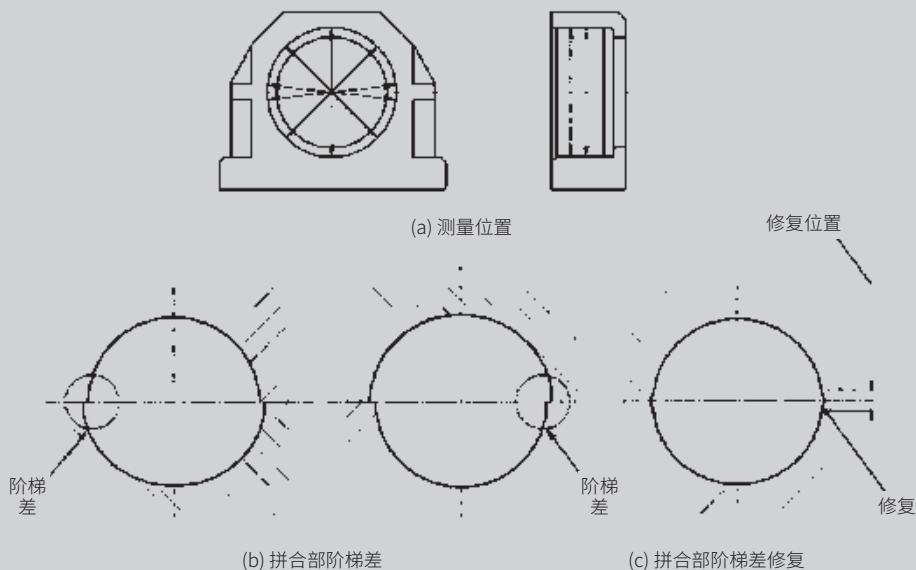

图 1.24 剖分式轴承座
测量位置如图 1.24(a) 所示。测量器具用内径千分尺。
- 剖分式轴承在拼合部易出现阶梯差，需要确认是否有阶梯差，有阶梯差时，请参照图1.24(c)进行修复。
(3) 防锈处理